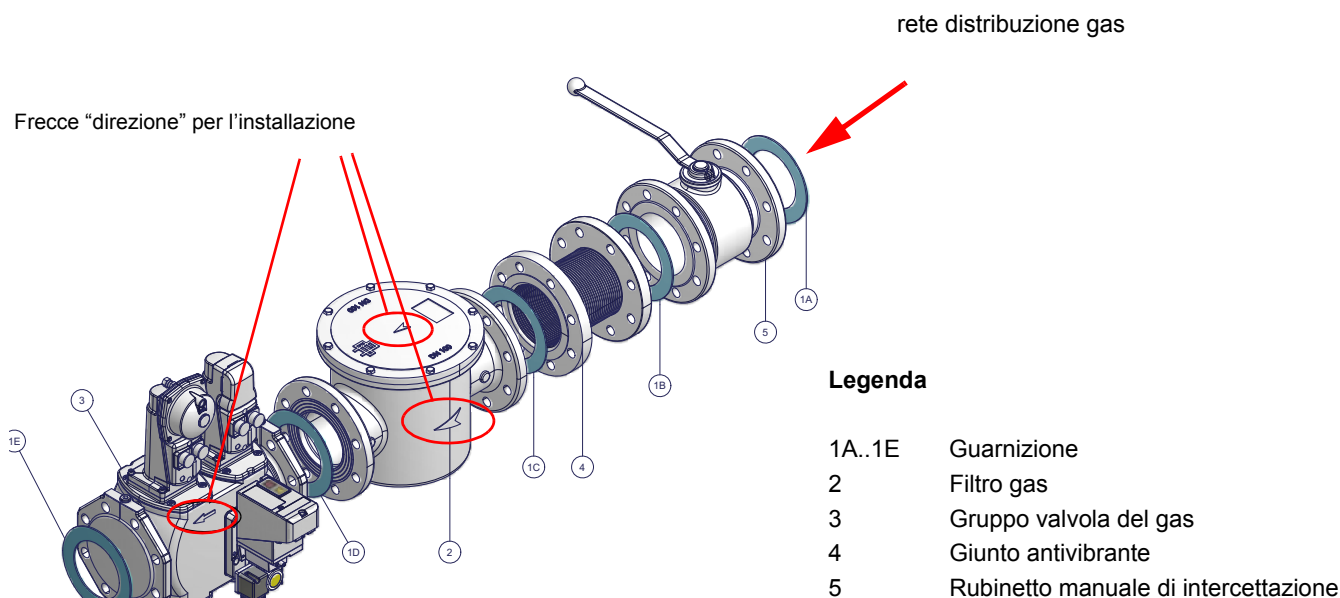

Fig. 5 - Esempio di rampa gas
- 1) nel caso di giunti flangiati: interporre tra un componente e l'altro, una guarnizione (n. 1A..1E - Fig. 5) compatibile con il gas utilizzato,
**ATTENZIONE: una volta montata la rampa secondo lo schema riportato in Fig. 5, deve essere effettuata la prova di tenuta del circuito gas, secondo le modalità previste dalla normativa vigente.**
**ATTENZIONE:** una volta montata la rampa secondo lo schema riportato in Fig. 5, deve essere effettuata la prova di tenuta del circuito gas, secondo le modalità previste dalla normativa vigente.